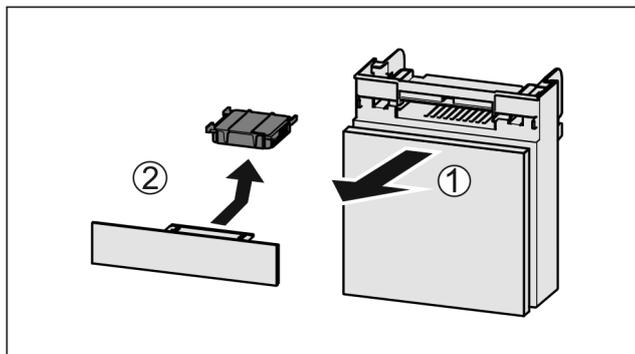

Fig. 39
- ▶ Издърпайте Fig. 39 (1) напред от отделениято.
- ▶ Извадете Fig. 39 (2) филтъра с активен въглен.